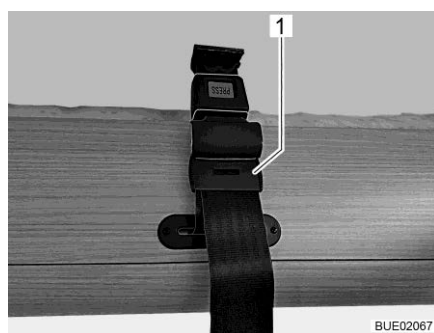
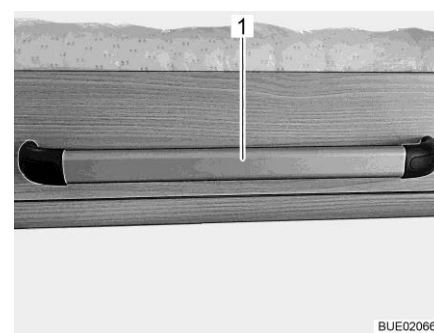

Bild 136 Säkring på den höjbara sängen
Bild 137 Handtag på den höjbara sängen (Lyseo Time I)
- Höjbar säng med säkerhetsbälten: Lossa säkerhetsremmarna (Bild 136,1) och dra ned den höjbara sängen med handtaget (Bild 137,1).
- Höjbar säng med säkerhetsbälten: Tryck den höjbara sängen uppåt med handtaget (Bild 137,1). Säkra den höjbar sängen med säkerhetsremmarna (Bild 136,1) till höger och vänster.